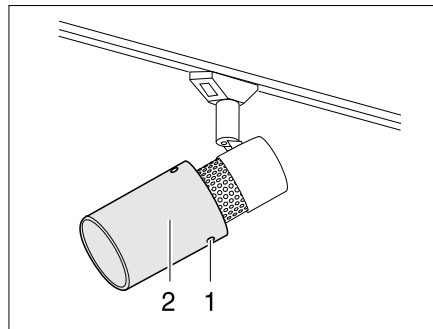

Bild 178 Halogenspotleuchte (verschiebbar)
- Befestigungsschrauben (Bild 178,1) lösen.
- Lampenkelch (Bild 178,2) vorsichtig von der Halterung abziehen.